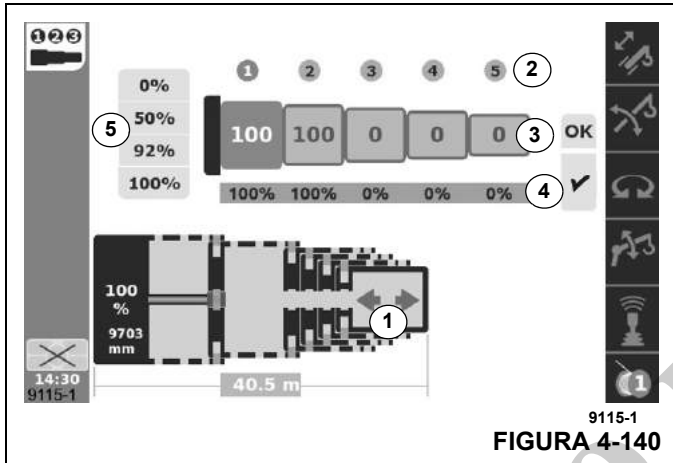

FIGURA 4-140
La Figura 4-140 muestra la misma pantalla cuando el operador puede controlar los movimientos de las secciones de la pluma. En este caso, hay una flecha apuntando hacia la izquierda y/o derecha (en lugar de los puntos que se muestran en la Figura 4-139). En consistencia con la orientación esquemática, la flecha izquierda indica que la pluma se
Como se destacó en la nota anterior en este documento, estas flechas (1, Figura 4-140), parpadearán en algún punto del proceso telescópico. El parpadeo es una indicación de que ocurrirá un evento de desbloqueo o bloqueo si el operador sostiene la palanca de control en la dirección de esa flecha por al menos un segundo. Si este evento comienza, la pantalla cambiará a puntos (como se describe en la Figura 4-139) de modo que el operador sepa que un movimiento o acción automatizada está ocurriendo nuevamente.
Como se vio en Figura 4-140, hay un conjunto de valores numéricos en la parte superior de la pantalla, sobre el esquema gráfico de la pluma.
Los valores bajo estos números de indicaciones de secciones de pluma representan la configuración de pluma final que se requiere (o "estado de telescopización objetivo"). La Figura 4-140 muestra este conjunto de valores como
Segundo, hay un conjunto de valores porcentuales que se muestran bajo los valores de la configuración de pluma final requerida. En la Figura 4-140, estos aparecen como 100 %-100 %-0 %-0 %-0 %-0 (4). Esto representa la configuración de pluma computada real del sistema de control (o "estado de telescopización real"). Esto puede entenderse como lo que a la pluma le agrada "ahora" (pero, como se mencionó anteriormente, el operador debe estar consciente de la pluma física para comparar estos valores). A medida que la pluma entra en funcionamiento, esta configuración de pluma computada cambiará (tal como el gráfico esquemático del sistema de pluma cambiará en la pantalla). Pero el operador debe tener en consideración que la configuración de pluma final requerida no estará cambiando a medida que la pluma está en funcionamiento (es el destino final para el movimiento de la pluma).
- Usando la pantalla de funcionamiento, el botón Intro se usa para marcar la opción OK (Aceptar) que aparece en la pantalla. Esto envía los datos requeridos al sistema de control. Si esta configuración se considera aceptable, aparecerá un signo de verificación bajo OK (como se muestra en la Figura 4-140). Si la configuración no se considera aceptable, una X de color rojo aparecerá en lugar del signo de verificación. Como ejemplo, una configuración de pluma final requerida de 0-50-0-50-0 no se permite (la sección T3 fue "ignorada" por no tener una ubicación de fijación de 0 %).
- Una vez que la sección de pluma es desbloqueada, aparecerán las flechas de dirección telescópica, como se muestra en Figura 4-140.
- Cuando la sección de pluma T1 está desbloqueada, las flechas de dirección telescópica derecha e izquierda aparecerán nuevamente (como se muestra en la Figura 4-140).